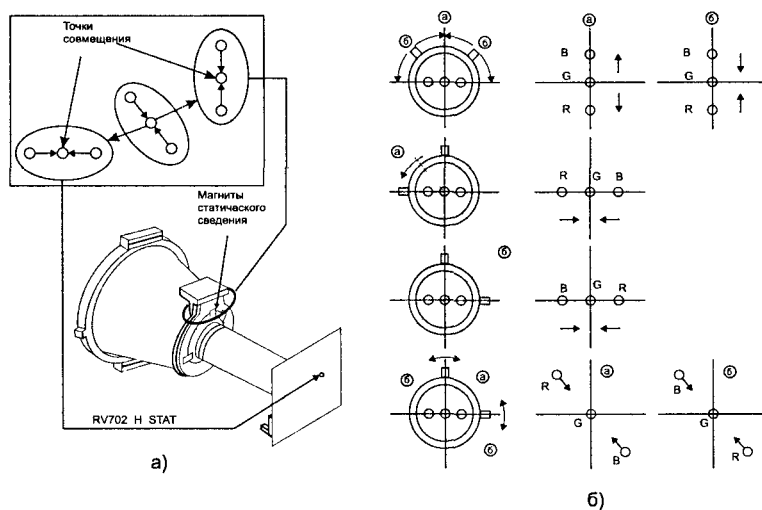

Рис. 2.2. Регулировка статического сведения лучей кинескопа
4. Регулировкой переменного резистора RV702 (H.STAT), расположенного на плате кинескопа, добиваются совмещения красных, синих и зеленых точек или линий по вертикали (рис. 2.2, а).
мость перемещения лучей от поворота магнитов показана на рис. 2.2, б.